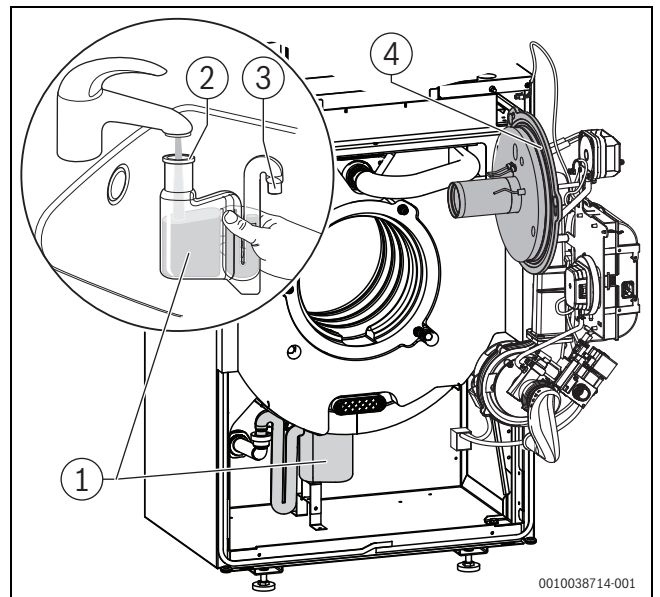

Bild 48 Siphon reinigen
- ▶ Vor Brennermontage den richtigen Sitz des O-Rings (→ Bild 48, Seite 31) überprüfen und ggf. korrigieren.